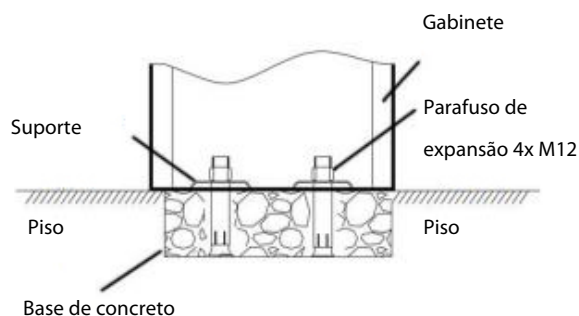

Fig. 2.3
- Instale os suportes do parafuso e use uma chave inglesa para apertar as porcas, conforme mostrado na **Fig. 2.3**.